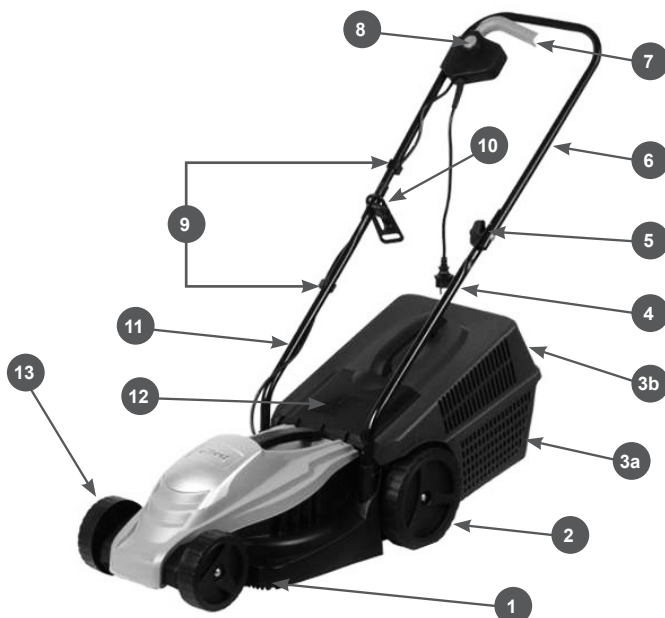

Рис. 1 Основные узлы и органы управления газонокосилки EM3110
Расположение основных узлов и органов управления показано на Рис.1.
4. Кабель включения закрепить зажимами 9 (Рис. 1).
1. Нажмите и удерживайте кнопку блокировки 8 (Рис. 1).
2. Нажмите рычаг выключателя 7 (Рис. 1).
Чтобы выключить газонокосилку отпустите рычаг выключателя 7 (Рис. 1).